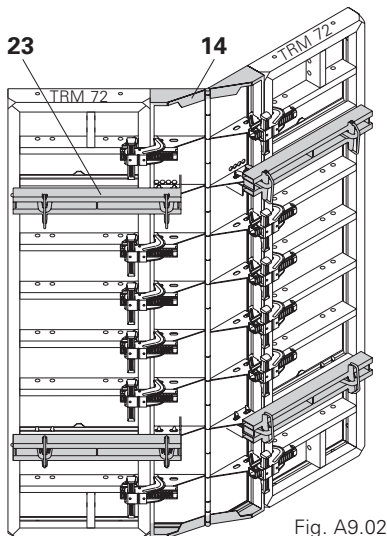

Fig. A9.02
Le coffrage extérieur doit être renforcé à l'aide de filières de compensation TAR 85 (23). (Fig. A9.02)